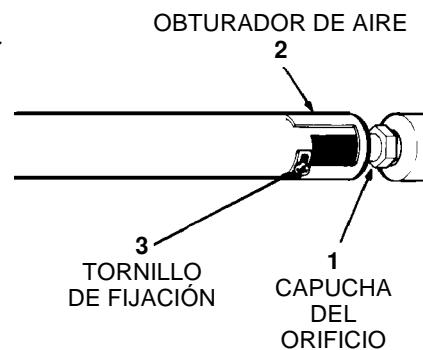

FIGURE 6
1. Flamme jaune - ouvrir l'obturateur d'air afin d'assurer son ouverture maximum tout en ayant une flamme qui ne se soulève pas du brûleur ou qui s'éteint lorsque le brûleur est froid. (Voir l'élément 2 figure 6.)
2. Flamme avec partie bleue distincte mais qui se soulève - fermer l'obturateur d'air jusqu'à ce qu'il produise une flamme qui ne se soulève pas du brûleur ou qui ne s'éteint pas lorsque le brûleur est froid. (Voir l'élément 2 de la figure 6.)